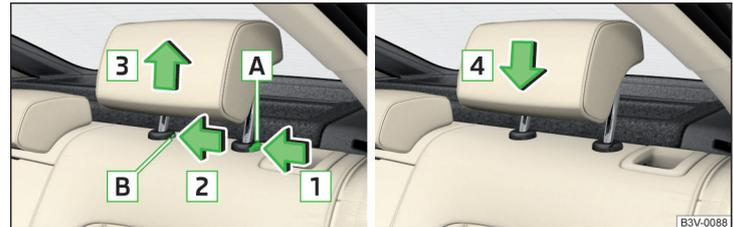

Abb. 92 Kopfstütze hinten herausnehmen/einsetzen
- Die Sicherungstaste **A** in Pfeilrichtung **1** halten, gleichzeitig mit einem Schlitzschraubendreher (mit einer Breite von max. 5 mm) die Sicherungstaste in der Öffnung **B** in Pfeilrichtung **2** drücken und die Stütze in Pfeilrichtung **3** herausnehmen » Abb. 92.